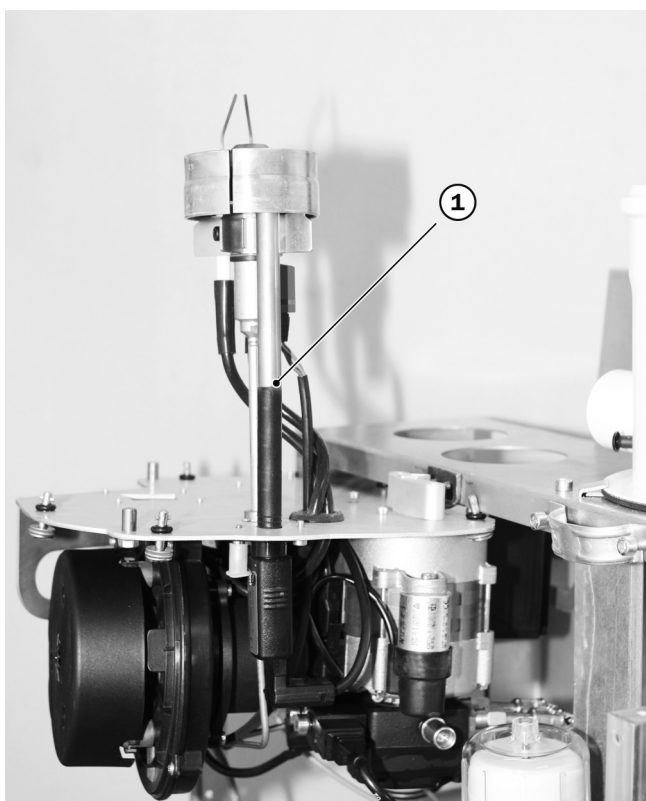

Abb. 72: Brenner an Konsole einhängen
1. Sichthülse abziehen, siehe → Abb. 72 (1)).
4. Zusammenbau des Düsenstockes in umgekehrter Reihenfolge. (Darauf achten, dass die Sichthülsen des Flackerdetektors fluchten, → Abb. 72 (1)).